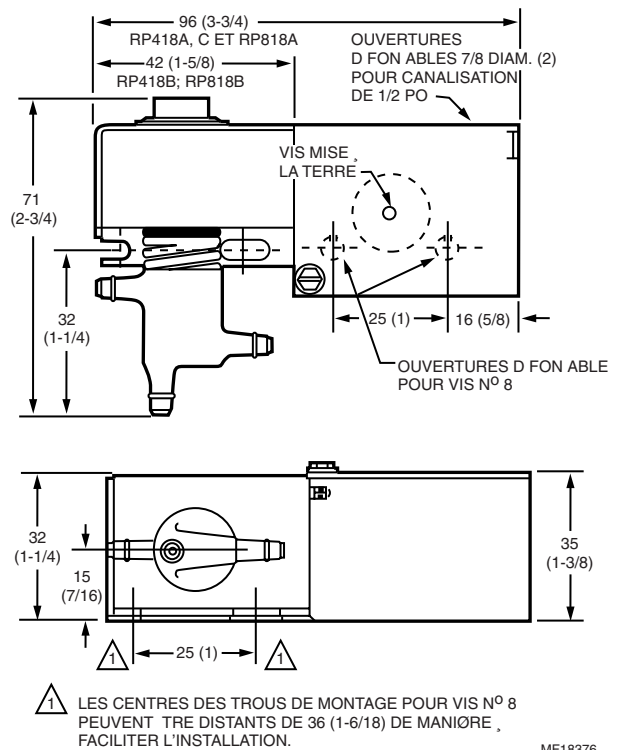

Fig. 1. Encombrement des RP418 et RP818 en mm (po).
1. Placer le relais sur la gaine ou sur le mur et marquer les trous des ouvertures défonçables ou marquer un premier trou et un deuxième trou, à 25 mm (1 po) du premier. Voir la Fig. 1.